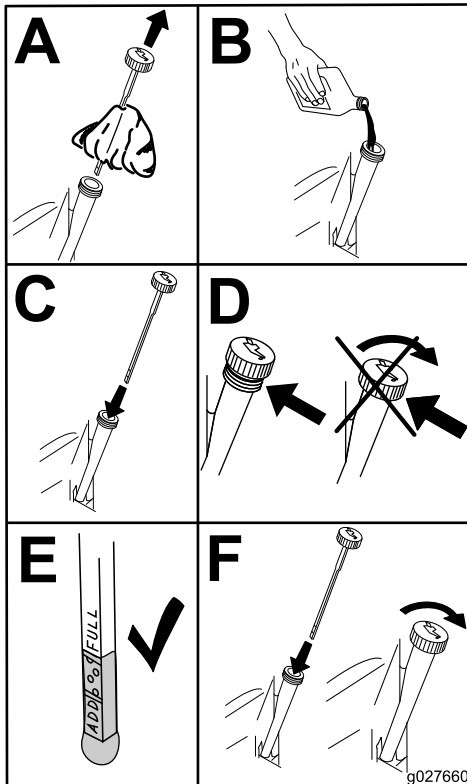

Figura 41
4. Cambie el aceite del motor, según se muestra en **Figura 41**.